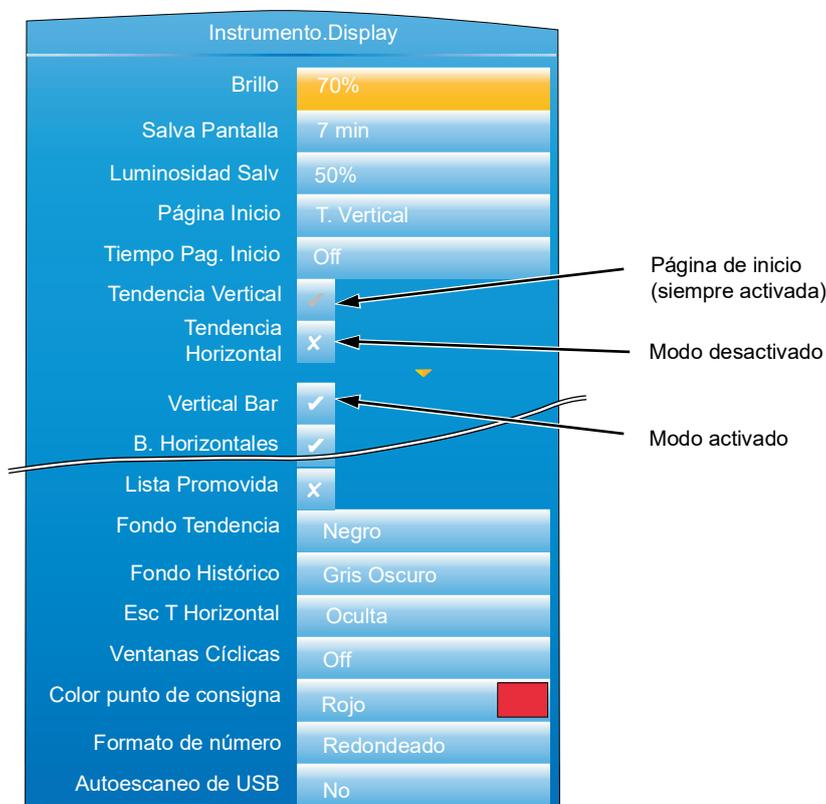

Figura 63 Menú de pantalla (expandido para mostrar todos los campos)
- Home Page (Pagina de inicio)** Permite elegir cualquier modo de presentación como página de inicio. Esta página es la que aparece cuando se enciende el registrador y cuando se pulsa la tecla «Home» (Inicio) en el menú de nivel superior ("Menú de nivel superior" en la página 45). El modo de presentación seleccionado (representación vertical en la Figura 63) está siempre activado en los campos de activación de modos de presentación (su «marca» aparece en gris y no se puede cambiar). Consulte "Modos de visualización" en la página 57 donde encontrará una descripción de los modos disponibles.